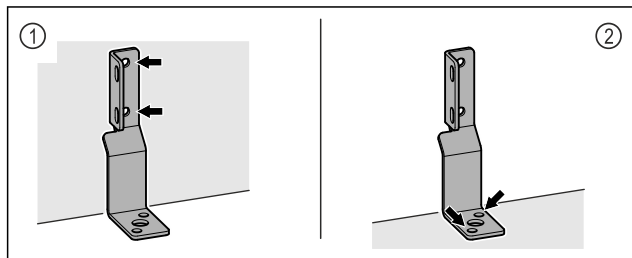

Fig. 8
- ▶ Закрепете винкела на стената Fig. 8 (1) или пода Fig. 8 (2).